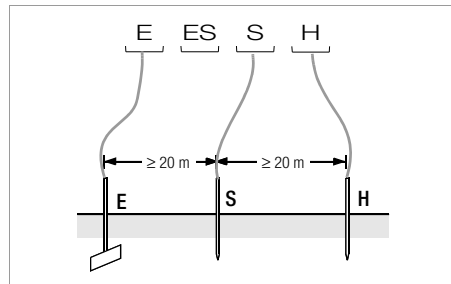

Bild 2 Messung des Erdungswiderstandes nach dem Dreileiterverfahren
- Setzen Sie die Spieße für Sonde und Hilfserder in mindestens 20 m bzw. 40 m Entfernung vom Erder (vgl. Bild 2 Seite 18).